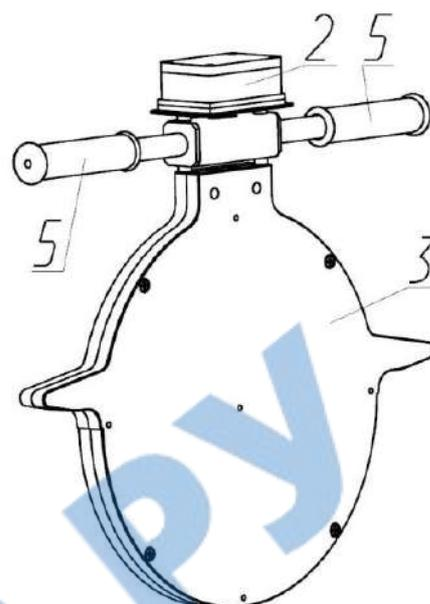

Рис. 2
- 4- Нагревательный элемент под протоколер (Рис. 2 стр. 9)